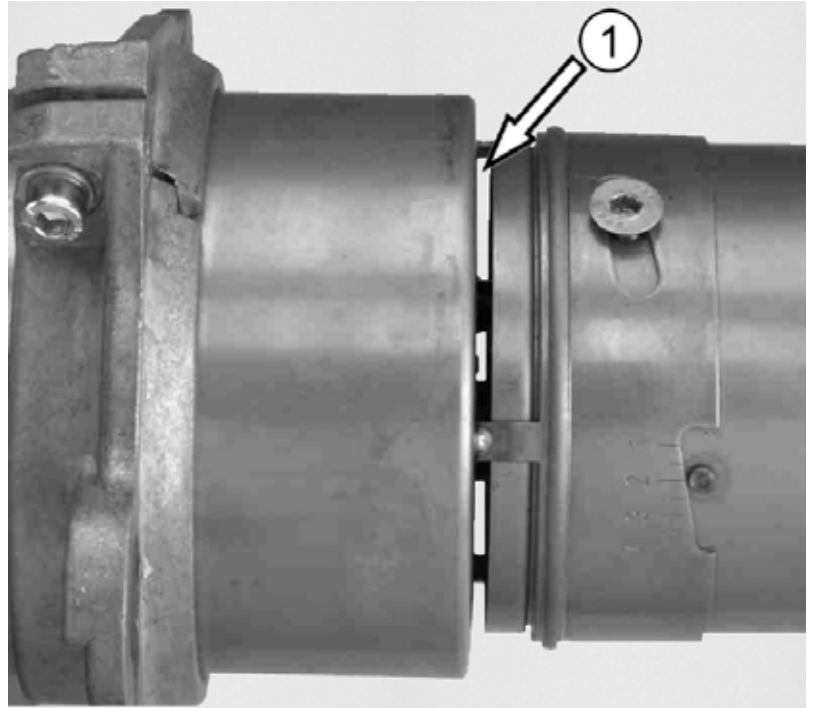
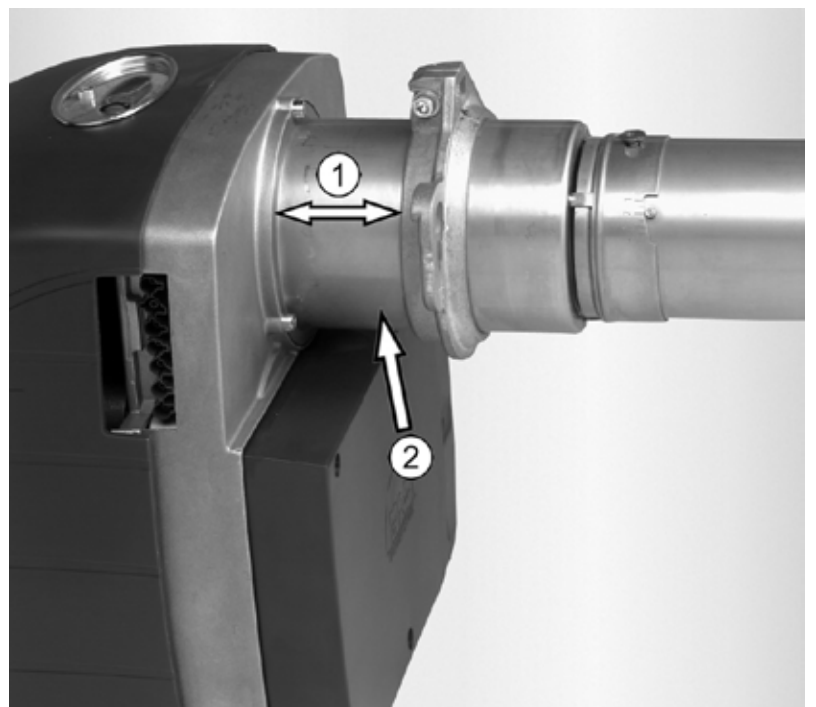

Fig. 14: Ne pas obturer les ouvertures (fentes) de recirculation RE 1H / HK / HG ① !
Fig. 15: Recirculation et bride de tube de brûleur RE 1H / HK / HG
- Ajustement du brûleur à la profondeur de la chambre de combustion (Cote L, v. Fig. 15:)
Pendant le montage du brûleur, veuillez faire attention à ce que les ouvertures de recirculation (v. Fig. 14 et Fig. 15) de la tube de brûleur ne soient pas obturées par l'isolation réfractaire de la porte !
Légende de la Fig. 15:
①	Cote L
②	Chambre de combustion chaude: augmenter Grandes chaudières anciennes: diminuer
Si le foyer est très « chaud » ou très court, le brûleur doit être reculé hors de foyer. Il convient toutefois de veiller à ce que les ouvertures de recirculation restent dégagées (v. Fig. 14: Ne pas obturer les ouvertures (fentes) de recirculation RE 1H / HK / HG ①). Les anciennes chaudières ont souvent des températures très élevées qui ne conviennent pas au tube support du brûleur. Ces températures trop élevées risquent d'endommager les gicleurs de mazout/fioul et les câbles d'allumage, peuvent entraîner des dépôts de calamine sur le brûleur, dans la tubulure d'aspiration et sur les cellules.